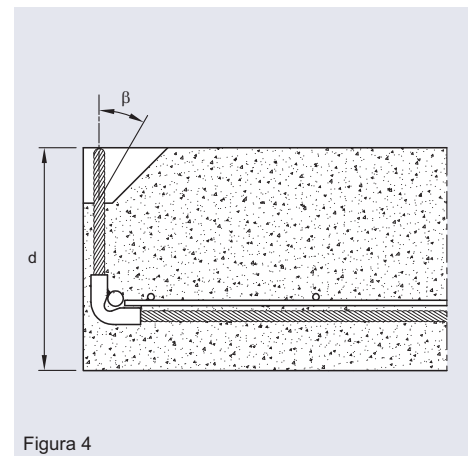

Figura 4
- los **Estrobos PHILIPP** no se deberán someter a tiros diagonales con una inclinación de  $\beta \geq 30^\circ$  (Figura 4);
Para la instalación del **Estrobo angular PHILIPP** las piezas de prefabricado de hormigón han de tener un refuerzo superficial mínimo (Figura 4 y Tabla 2).